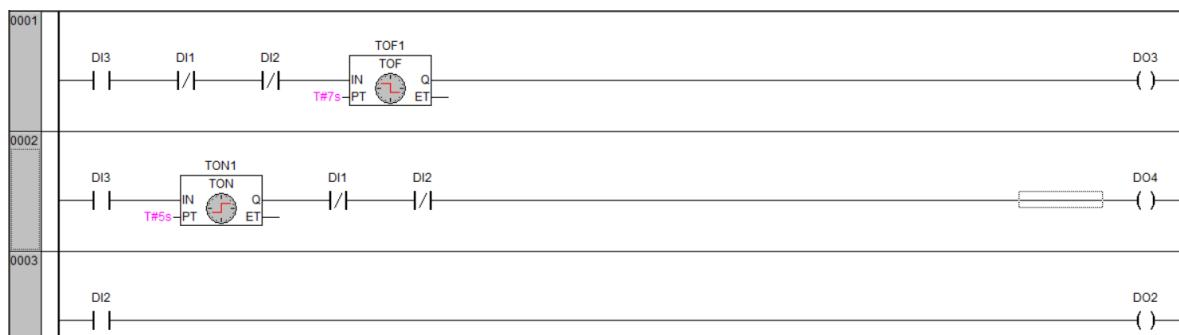

Рис. 25. Реализация практического задания №2 на языке LD для ПЛК
- Реализация на языке LD. Для реализации данного алгоритма необходимо написать программу, представленную на рис. 25. Также необходимо объявить локальные переменные с помощью команд, представленных в лист. 3.